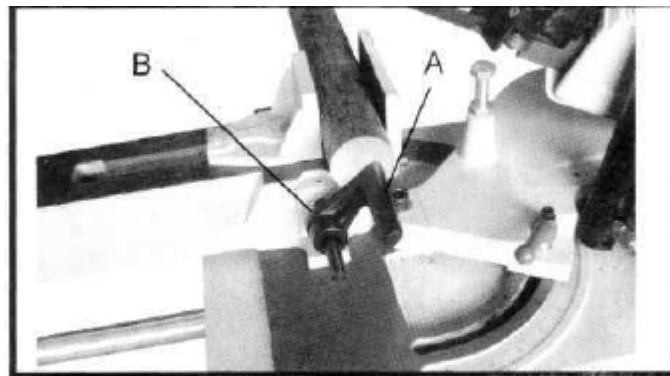

Fig. 14
L'engreneur sert au cas où plusieurs pièces doivent être coupées à la même longueur. Positionnez la cale de l'engreneur (A), Fig. 14, à la distance souhaitée par rapport à la lame. Il convient que la pièce bute en bas contre l'engreneur, comme le montre la figure. L'engreneur peut être repositionné en desserrant la vis de réglage (B) et en le déplaçant comme il convient. La cale, si elle n'est pas utilisée, doit être tournée sous la surface du plateau.